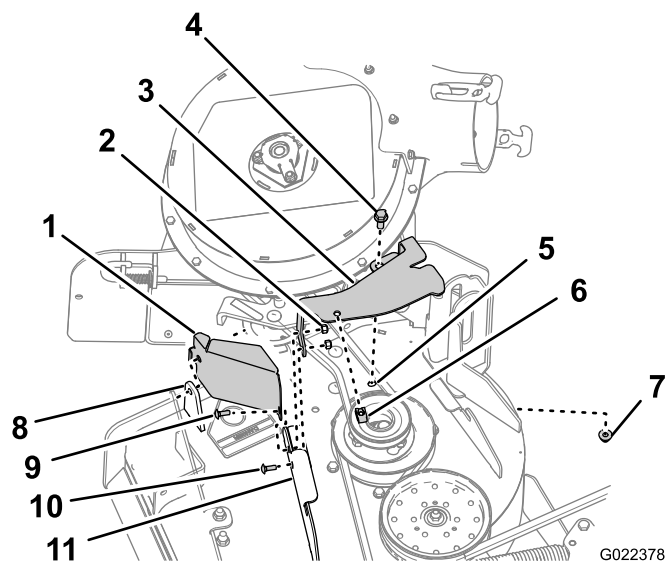

Bild 7
1. Fluchten Sie die Löcher der Riemenscheibenschutzvorrichtung mit dem Loch in der vorderen Ablenkblechhalterung und dem äußeren Loch im vorderen Mähwerkflansch aus (Bild 7).
2. Fluchten Sie die Riemenabdeckungshalterung mit den Löchern an der Rückseite des vorderen Mähwerkflansches aus (Bild 7).
3. Befestigen Sie die Riemenscheibenschutzvorrichtung und die Riemenabdeckungshalterung mit der Schlossschraube (1/4" x 1", CE-Kit) und der Sicherungsmutter (1/4", Gebläse-Kit), die Sie in Schritt 1 von Entfernen der Riemenabdeckungshalterung (Seite 4) entfernt haben, im äußeren Loch des vorderen Mähwerkflansches, siehe Bild 7.
4. Befestigen Sie die Riemenabdeckungshalterung mit einer Schlossschraube (1/4" x 3/4", Gebläse-Kit) und der Sicherungsmutter (1/4", Gebläse-Kit), die Sie in Schritt 1 von Entfernen der Riemenabdeckungshalterung (Seite 4) entfernt haben, im inneren Loch des vorderen Mähwerkflansches, siehe Bild 7.
5. Fluchten Sie das Loch im hinteren Flansch der Riemenabdeckungshalterung mit dem Loch im Mähwerk aus, aus dem Sie die Riemenabdeckungshalterung in Schritt 1 von Entfernen der Befestigungshalterung für die Abdeckung (Seite 3) entfernt haben, siehe Bild 7.
Befestigungshalterung für die Abdeckung (Seite 3) entfernt haben, am Mähwerk, siehe Bild 7.
7. Fluchten Sie die Klippmutter mit dem Loch in der Oberseite der Riemenabdeckungshalterung aus und drücken Sie die Klippmutter auf die Halterung (Bild 7).